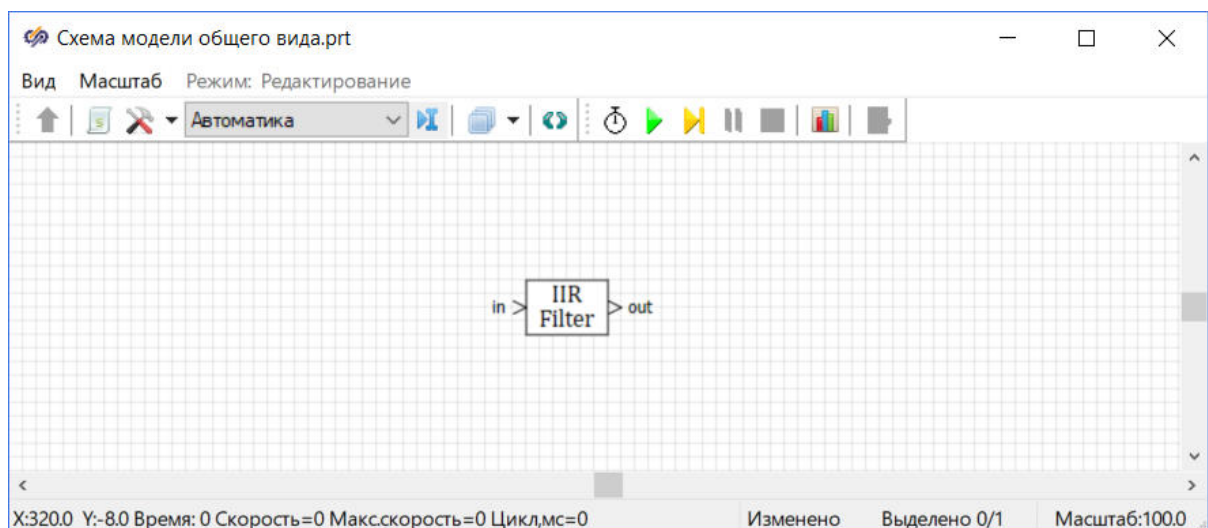

Рис. 4. Окно проекта с установленным блоком "БИХ-фильтр".
4. Выбрать место в рабочей области окна проекта для установки блока и установить блок одинарным нажатием левой кнопкой мыши (Рис. 4).